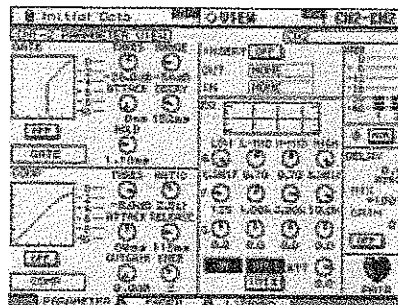

Figura 5. Pantalla LCD Consola Yamaha 02R96V2 visualización de ecualizador
1.6.4 Ajustando los controles de tono. Es posible que la respuesta del sistema también deba ajustarse para adecuarse al entorno acústico. Este ajuste se hace regulando los tres grupos de interruptores de control del tono, 'treble tilt', 'bass tilt' y 'bass roll-off' que están situados en el panel trasero del amplificador. Los ajustes de fábrica para estos controles son 'All Off' (todo apagado) para lograr una respuesta plana anecoica. Ver la Tabla 1 para consultar los ajustes de control de tono sugeridos. La figura 5 muestra el efecto de los controles ante una respuesta de sala anecoica. Siempre se deben comenzar los ajustes colocando todos los interruptores en la posición de 'OFF'. Después se debe colocar sólo un interruptor en la posición 'ON' para seleccionar la curva de respuesta requerida. Si se coloca más de un interruptor en la posición 'ON' (dentro de un mismo grupo de interruptores) el valor de atenuación no dará un resultado preciso.